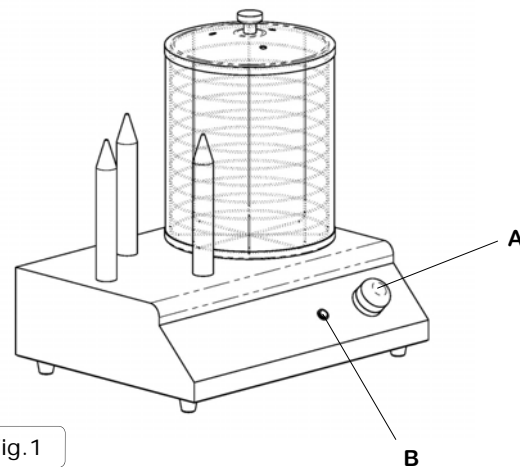

Fig.1
2. Turn the thermostat (A fig.1) until the temperature setting required is reached. The heating light (B fig.1) will come on and will go off when the set temperature is reached.
- Schalten Sie das Gerät erst ein, nachdem Sie Wasser in den Edelstahlbehälter (Fig. 1 C) gegeben haben.